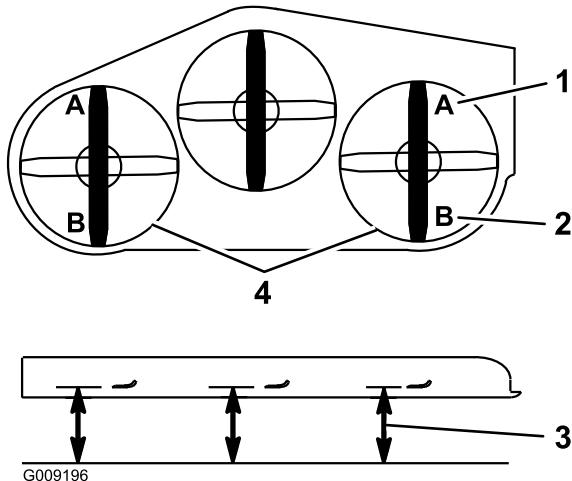

Figura 88
9. En ambos lados de la carcasa, mida desde la superficie nivelada hasta la punta delantera de la cuchilla (Posición A). La medida debe ser de 7,6 cm (3 pulg.) (Figura 88).
15. En ambos lados de la carcasa, mida desde la superficie nivelada hasta la punta trasera de la cuchilla (Posición B). La medida debe ser de 8,3 cm (3-1/4 pulg.) (Figura 88).